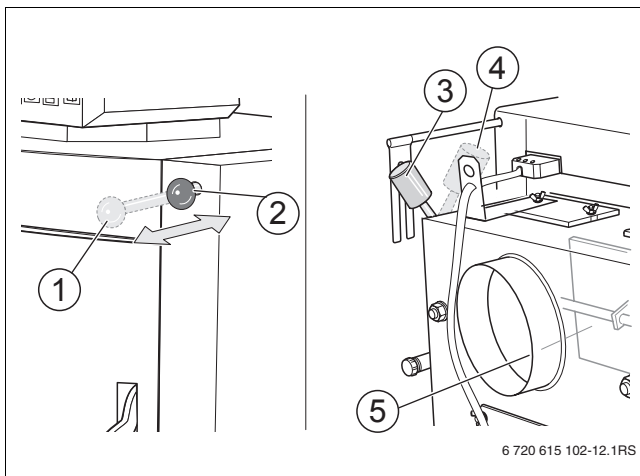

Bild 17 Anheizklappe geöffnet und geschlossen
- ▶ Anheizklappe öffnen (→ Bild 17, Seite 17).